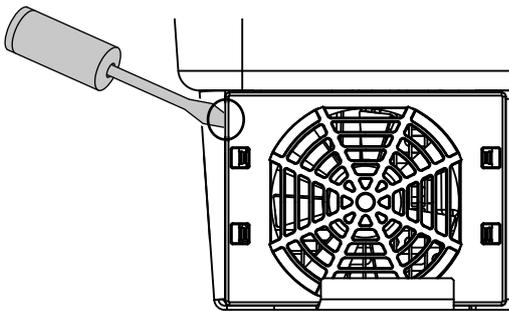

Fig. 63: Soltar la rejilla del ventilador
2. Desmontar el ventilador. Para ello, introducir un destornillador en el borde de la rejilla del ventilador y ejercer una ligera presión en esta.  **Fig. 63**